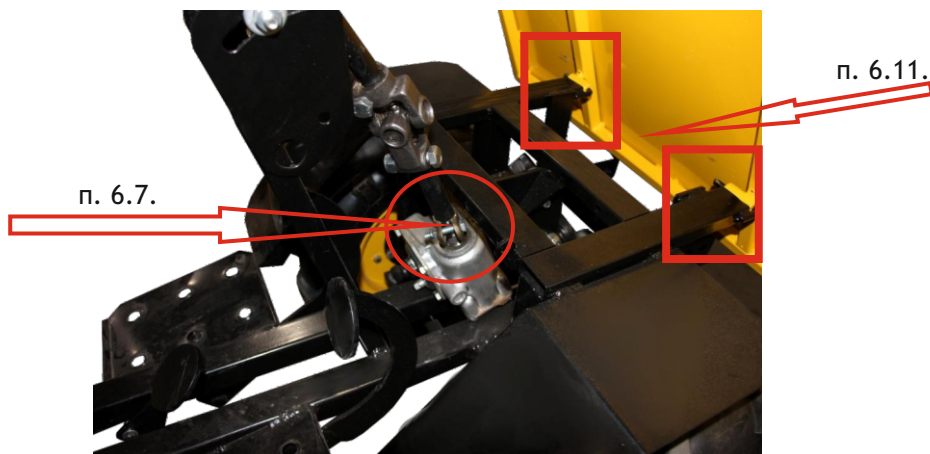

Рисунок 5. Устройство рулевого управления.
6.7. Выставьте колеса прямо, параллельно друг другу. Установите рулевую колонку на вал рулевого редуктора. Зафиксируйте хомутом (Рис.5).
6.11. Установите кузов, вставив штыри на раме в отверстия на втулках кузова (Рис.5). Зафиксируйте кузов для предотвращения опрокидывания стопорными пальцами.